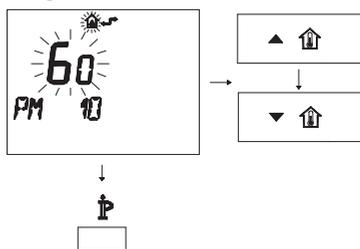

Figura 5.46
- Para modificar el punto de consigna programado, use los botones ▲ **UP** o ▼ **DOWN** y espere a que el número programado comience a parpadear (Figura 5.46).